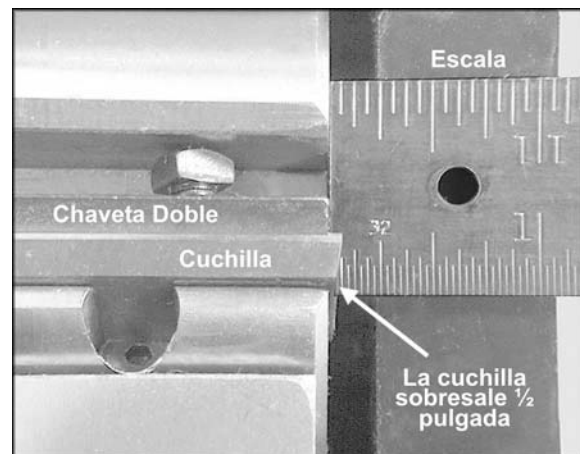

Figura 37 (cabeza de corte recto)
**IMPORTANTE:** Para posicionar las cuchillas para los cortes de ensamble, tome una escala con marcas de 1/32" y colóquela contra el extremo de la cabeza de corte. Deslice el cuchillo hacia fuera hasta llegar a la marca de 1/32" en la escala; esto es implica que el cuchillo se encuentra a 1/32" por sobre el borde la cabeza de corte. La chaveta debe permanecer en su posición normal, aún con respecto al borde de la cabeza de corte. Vea la Figura 37. Este ajuste asegurará una posición libre de la cuchilla con respecto al extremo de la chaveta y la cabeza de corte y que además haga buen contacto con el material de trabajo. (Ver la sección de "Operación" para más información sobre los procedimientos de ensamblado.)
Use el destornillador de punta estrella para remover el tornillo de la cuchilla intercambiable. Vea la Figura 37. Es aconsejable rotar todas las cuchillas al mismo tiempo para mantener consistente el corte. Sin embargo, si una o más cuchillas desarrollan una cierta hendidura, gire solamente las cuchillas intercambiables afectadas.